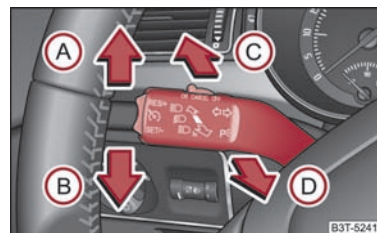

Abb. 53 Der Blinklicht- und Fernlichthebel
- Drücken Sie den Hebel nach oben (A) bzw. nach unten ⇒ Abb. 53 (B).